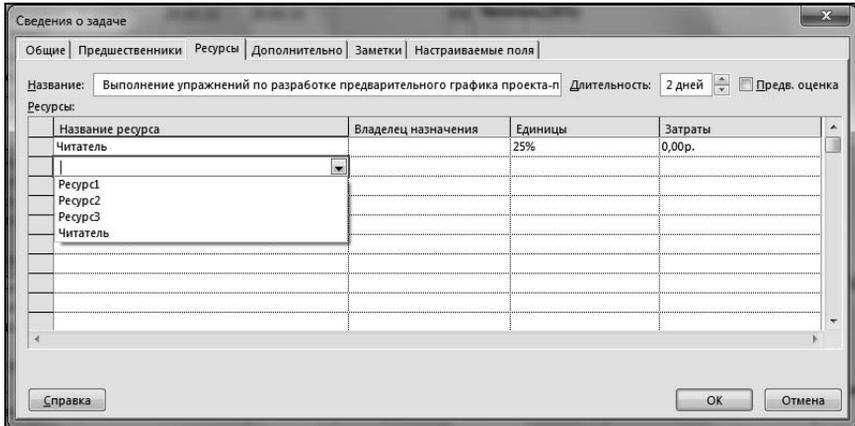

Рис. 4.50. Пример раскрывающегося списка ресурсов на вкладке **Ресурсы**
- В ячейки столбца **Название ресурса** можно ввести названия ресурсов для любой свободной строки таблицы. Если введенное название является новым, то этот ресурс будет добавлен в список ресурсов проекта, доступный в представлении **Лист ресурсов** (см. рис. 4.7). При этом следует помнить, что каждый ресурс может быть назначен задаче только один раз. При назначении задаче ресурса, который уже есть в списке ресурсов проекта, его удобно выбрать в раскрывающемся списке всех ресурсов проекта, который появляется в ячейке столбца **Название ресурса** после щелчка на ней. Пример такого списка показан на рис. 4.50.